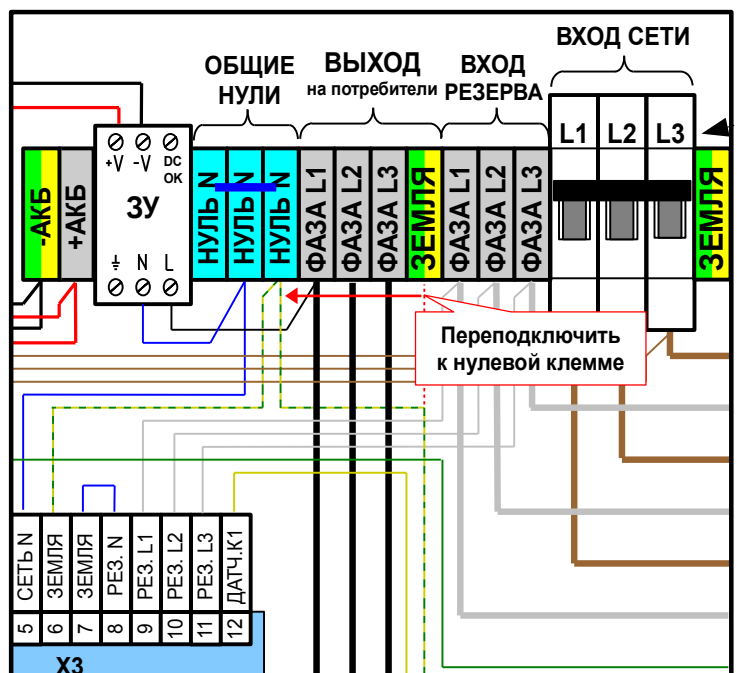

Рис.6. Переподключение заземления
10. Если подключение заземления по каким-либо техническим причинам произвести невозможно, то необходимо извлечь жёлто-зелёные провода из жёлто-зелёного клеммника на клеммной колодке и подключить к их к нулевому, как показано на рис.6.